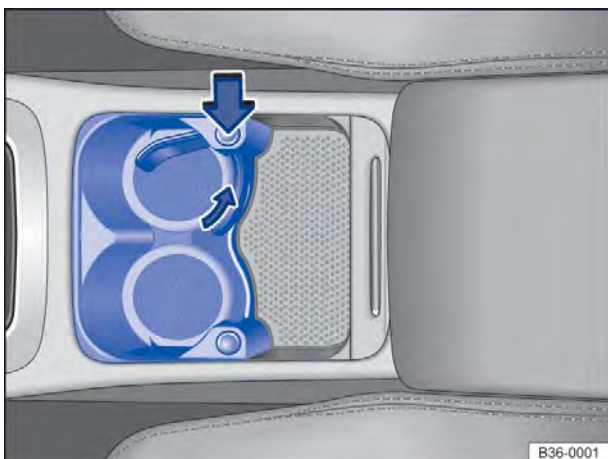

Fig. 212 No console central: porta-copos dianteiro.
- Apertar o botão ⇒ Fig. 212 (seta grande) para liberar o suporte.
- Desrosquear o engate do suporte de sua fixação, girando no sentido contrário ao da seta menor ⇒ Fig. 212 e removê-lo.